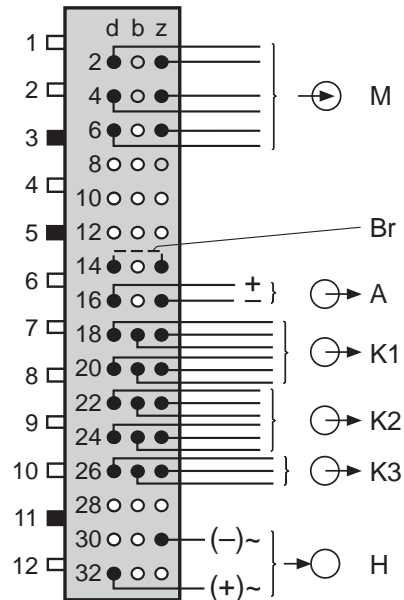

Fig. 4. Plan des fiches. Vue depuis l'arrière de l'EURAX VC 603.
- ... que les caractéristiques techniques qui permettent de résoudre le problème de mesure correspondent aux données mentionnées sur la plaquette signalétique de l'EURAX VC 603 (⊖⊕ entrée de mesure M, ⊕⊖ sortie de mesure A, →○ alimentation auxiliaire H et ⊖⊕ sorties de contact K1, K2, K3, voir Fig. 4)!
**Légende pour la Fig. 4:**
Connecter les lignes de la sortie de mesure A aux doigts 16d (+) et 16z (-) selon Fig. 4.
Les lignes de l'alimentation auxiliaire doivent être raccordées aux doigts 32d (+) et 30z (=) selon Fig. 4.
Les lignes de sortie de contact doivent être connectées selon Fig. 4 et tableau 7.